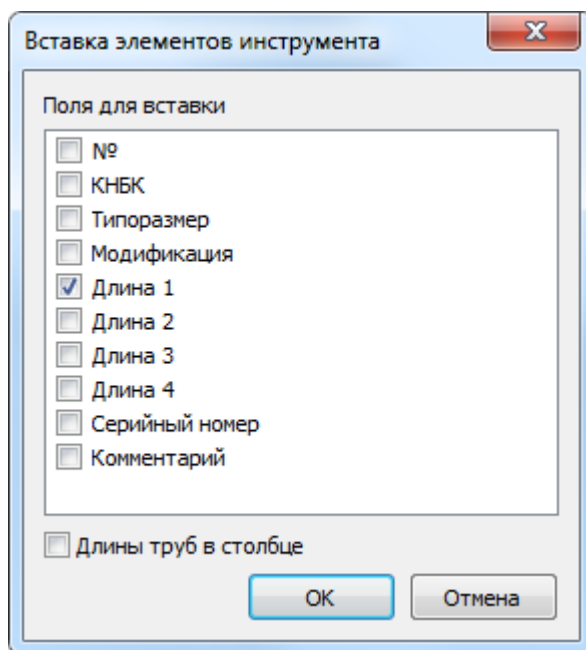

Рисунок 150. Вставка элементов инструмента
3. В диалоге (Рис. 150) флажками отмечены поля, в которые произойдёт вставка значений из буфера обмена.